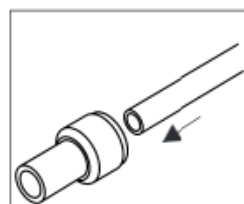

Fig. 4
1. Introduceți tubul în conector aprox. 1.5 cm (fig.4)
4. Curațați banda de teflon veche (fig.4)